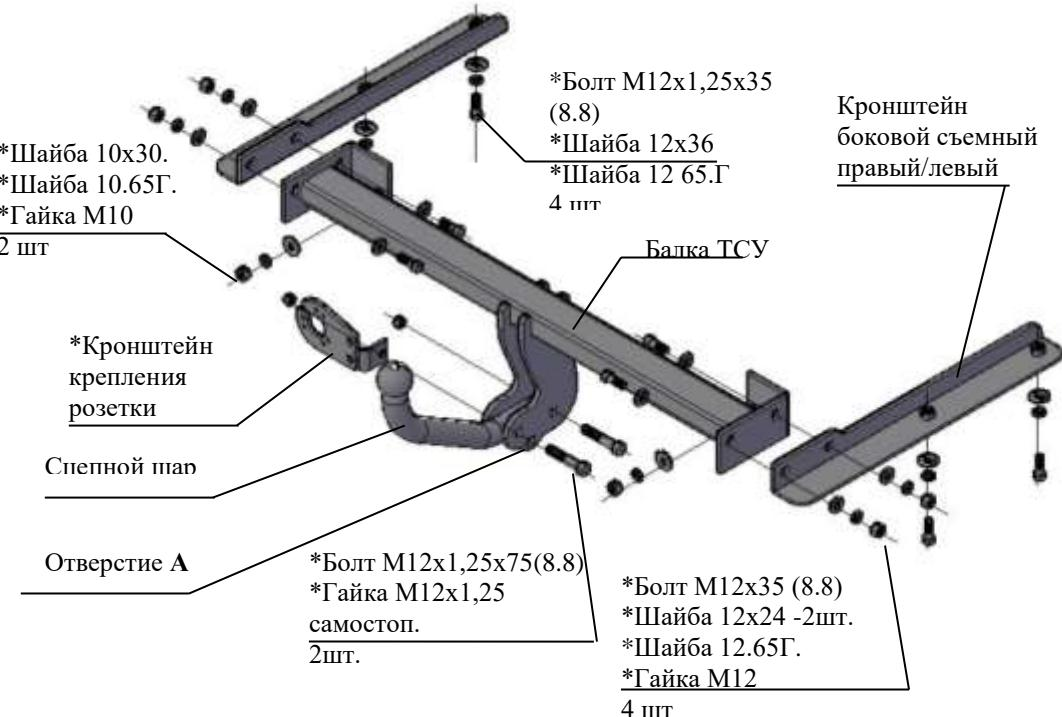

Рис.1 Тягово-сцепное устройство 9930
| 2.1 ТСУ 9930 в сборе (рис.1) | 1 шт. |
| 2.2 Пакет с комплектующими (см. рис.1) Задний колпак | 1 шт. |
4.3 Установить боковые съемные кронштейны ТСУ (правый и левый соответственно рис.1) внутрь лонжеронов а/м, закрепить к нижним полкам болтами M12x1,25x35, (используя приварные гайки), под головки болтов подложить шайбы 12.65Г и шайбы 12x36. Крепеж не затягивать.
4.8 Закрепить сцепной шар и кронштейн крепления розетки к кронштейнам шара болтами M12x1,25x75 и гайками M12x1,25 самостоп (предварительно кронштейн крепления розетки скрепить с уголком болтом M10x20 и гайкой M10 самостоп – на рис.1 условно не показано).